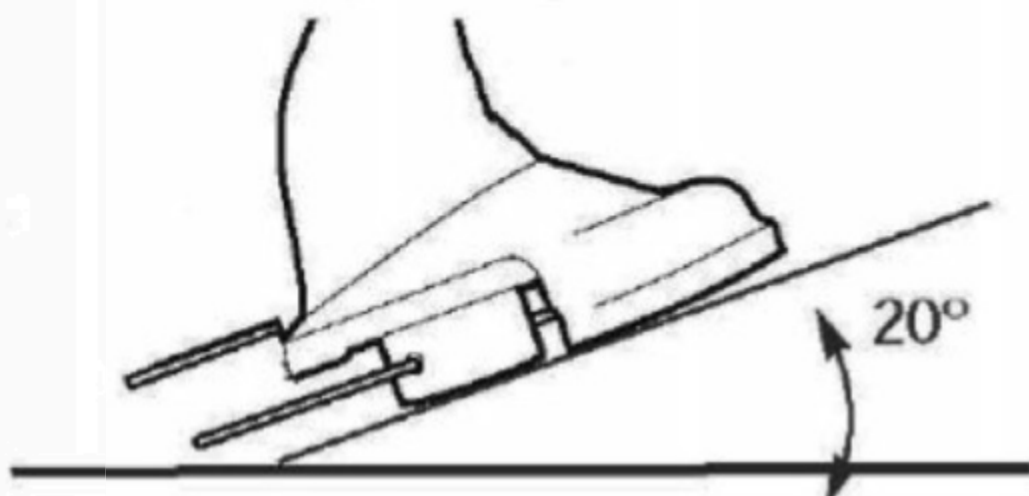
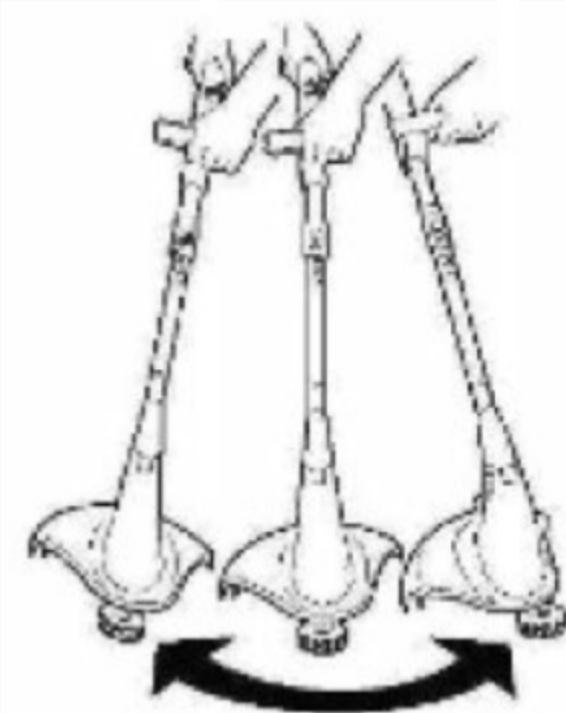

fig. 8
fig. 9
3. _ Când se utilizează mașini de tuns iarba, țineți-l sub un unghi de aproximativ 20° la Sol (fig. 8) deplasați de tuns iarba dintr-o parte în alta. (fig. 9).